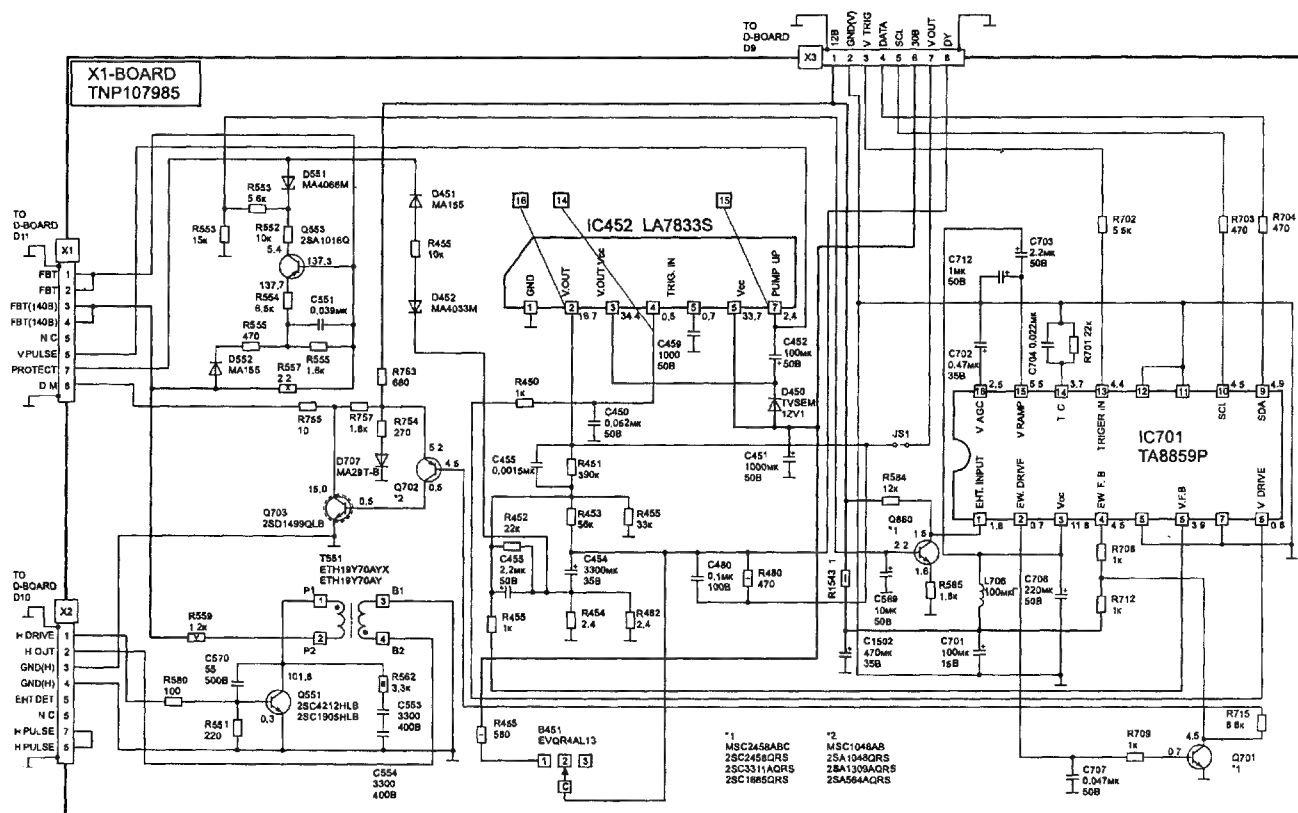
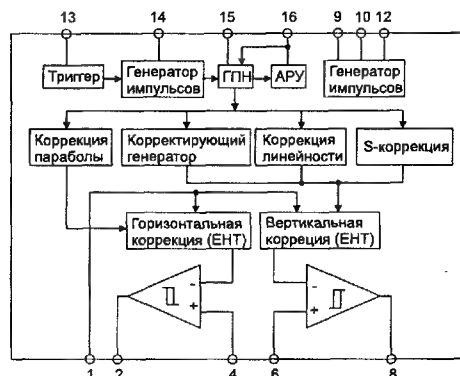

Рис. 4.16. Плата X1
Рис. 4.18. Структурная схема микросхемы TA8859P
Сигнал строчной синхронизации H. DRIVE с выв. 6 IC601 поступает на схему запуска строчной развертки на элементах Q551, T551 (рис. 4.16) по цепи: конт. 1 соединителей A3/D3/D10/X2 → база Q551.
Подушкообразные искажения раstra корректируются методом амплитудной модуляции тока строчной ОС. Сигнал коррекции EW снимается с выв. 2 IC701 (рис. 4.16) и через инвертор Q701 и токовый усилитель Q702, Q703 подается на схему диодного модулятора — катод D721.
Сигнал кадровой синхронизации V. DRIVE с выв. 64 IC601 через соединители A3/D3/D9/X3 поступает на вход схемы коррекции геометрических искажений — выв. 13 IC701 (рис. 4.16) типа TA8859P. Структурная схема микросхемы представлена на рис. 4.18. Кадровые СИ с выв. 13 IC701
Схема построена на интегральной микросхеме IC452 типа LA7833S. Пилообразный сигнал V. DRIVE с выв. 8 IC701 (рис. 4.16) поступает на выв. 4 IC452. Сигнал инвертируется и поступает на выходной каскад, выполненный по двухтактной схеме. Во время первой половины прямого хода кадровой развертки ток через кадровую ОС течет по цепи: +30 В → D450 → выв. 3 IC452 → выв. 2 IC452 → кадровая ОС → общий. Ток через кадровую ОС заряжает конденсатор C454. Отклоняющий ток кадровой ОС второй половины прямого хода обусловлен разрядкой конденсатора C454 по цепи: C454 → кадровая ОС → выв. 2 IC452 → выв. 1 IC452 → общий. Конденсатор вольтодобавки C452 во время прямого хода заряжается через диод D450 от источника +30 В, а во время обратного хода через открытый ключ (внутри IC452) подключается последовательно с источником +30 В к кад-
- ✦ Если ток через кадровую ОС возрастает выше допустимого значения, потенциал с токового датчика R454, R462 (рис. 4.16) открывает стабилитрон D452 и через соединители X1, D11, D2, A2 на выв. 6 IC1213 поступает сигнал высокого уровня PROTECT. Микроконтроллер формирует низкий потенциал на выв. 33, которым открывается Q852 и реле RL801 обесточивается. Сетевое напряжение отключается от телевизора.